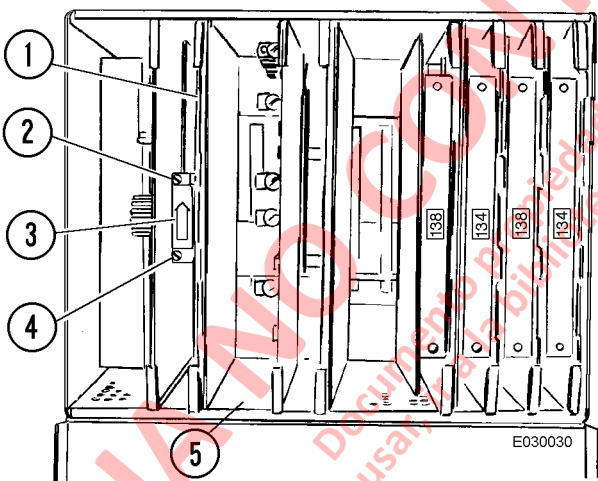

FIGURA 3-2. UBICACIÓN DE LA BATERÍA
13. Conecte un VOM a lo largo de los tornillos que aseguran la placa verde en el borde de la tarjeta de CPU del PSC en el panel ICP. Conecte el conductor positivo al tornillo superior (2, Figura 3-2) y el conductor negativo al tornillo inferior (4).
14. Conecte un VOM a lo largo de los tornillos que aseguran la placa verde en el borde de la tarjeta CPU de TCI en el panel TCI. Conecte el conductor positivo al tornillo superior (2) y el conductor negativo al tornillo inferior (4).